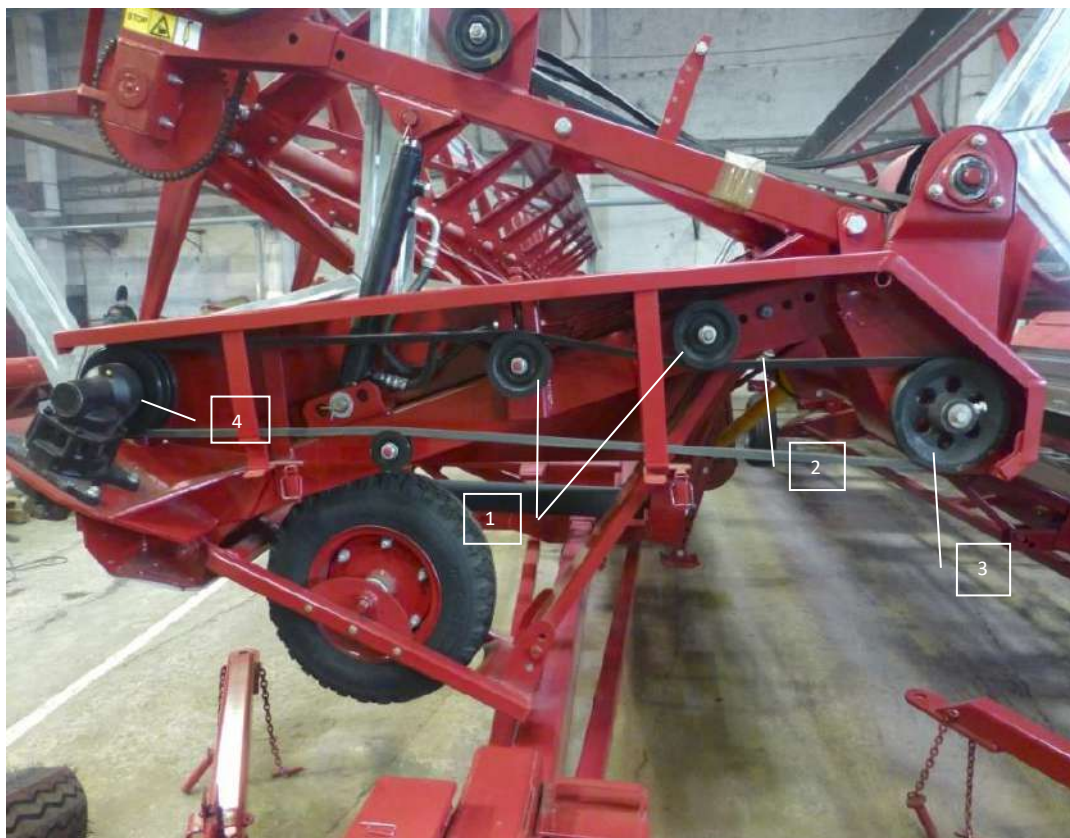

Рис.26 Привод режущего аппарата
10.3. Привод ножа производится следующим образом: с ведущего шкива рис.26 поз.3 Через ремень поз.2 Вращение передается на привод ножа Шумахер поз.4 дальше на нож.